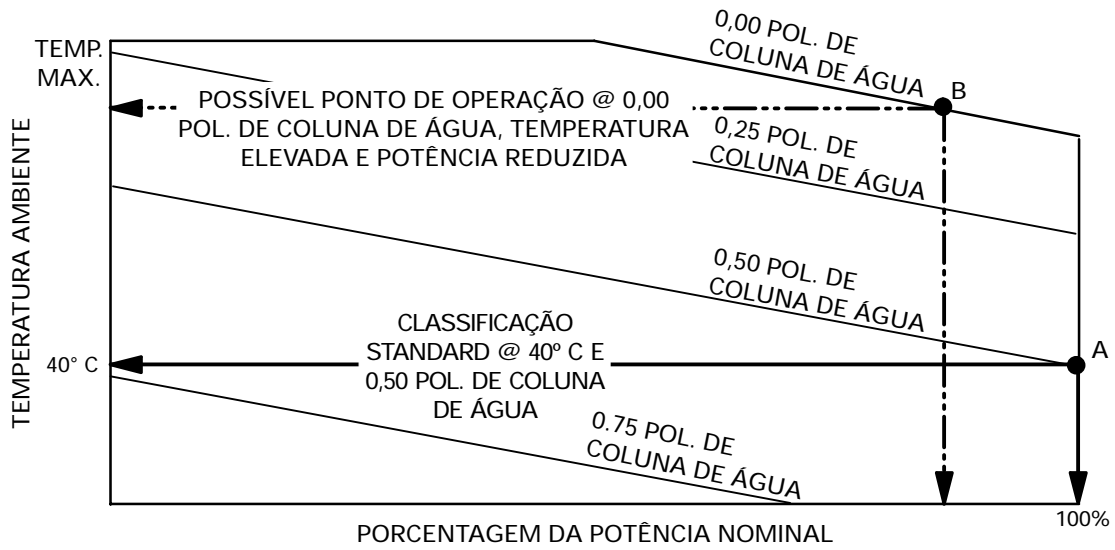

Figura 6-27: Capacidade de Arrefecimento em Ambientes Elevados
- Tipicamente, projeta-se um grupo gerador com radiador montado no chassi para se obter a capacidade de arrefecimento sob carga plena a uma temperatura ambiente de 40° C durante a operação contra uma resistência ao fluxo de ar de 0,50 polegadas de coluna de água (Ponto A, **Figura 6-27**). A resistência ao fluxo de ar externo é aquela causada por dutos, telas, amortecedores, defletores, etc. Pode-se considerar a operação em temperaturas ambientes mais altas do que a temperatura projetada (Ponto B, **Figura 6-27**, por exemplo) se a redução de potência for aceitável e/ou a resistência ao fluxo de ar de arrefecimento for menor que a resistência na qual a capacidade de arrefecimento foi testada. (Uma resistência menor significa um maior fluxo de ar através do radiador, sem levar em conta o efeito da temperatura mais alta do ar na capacidade de arrefecimento do radiador.) Deve-se consultar a fábrica para se obter uma capacidade aceitável de arrefecimento do grupo gerador em uma temperatura ambiente elevada.